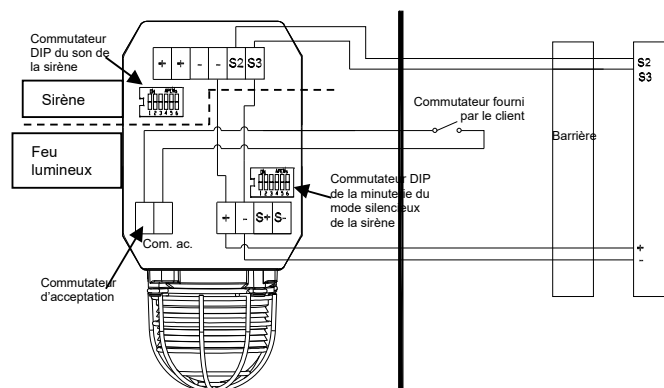

Fig. 1 Schéma de câblage simplifié.
La figure 1 est un schéma fonctionnel simplifié d'un combiné IS-DL105. L'appareil fonctionne dès que les bornes + et - sont mises sous tension. Le son de sortie est défini par la position des six commutateurs internes, et ce son peut être modifié en son d'alarme de deuxième ou troisième niveau en branchant les bornes S2 ou S3 à 0 V. Le générateur de sons est piloté par un quartz pour s'assurer que, lorsque deux sirènes démarrent en même temps, les sons de sortie restent synchronisés. La sirène peut être mise sous silence pendant un délai prédéterminé en branchant momentanément ensemble les bornes Com. ac. La durée du mode silencieux est configurée par les commutateurs DIP 1 à 4 pendant des délais allant de 5 secondes à 2 heures. **En réglant le commutateur DIP 5 sur Marche (ON), la sirène est mise sous silence après un délai prédéterminé, mais le son n'est pas rétabli tant que l'alimentation vers le feu lumineux n'a pas été désactivée puis réactivée.** En réglant le commutateur DIP 6 sur Marche (ON), on obtient un bip de rappel de 1 seconde tant que la sirène est en mode silencieux. L'intervalle entre les bips de rappel de 1 seconde dépend du réglage de la minuterie du délai de mise sous silence (commutateurs 1 à 4). Voir page 7. Le feu lumineux clignote rapidement deux fois par seconde. Lorsque la sirène est mise sous silence, la fréquence des clignotements double automatiquement.